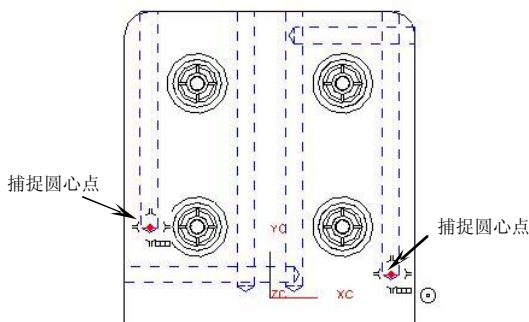

图5-83
- 以相同方法创建冷却水道，设置冷却水道直径为“M8”、“HOLE_1_DEPTH=15”、“HOLE_2_DEPTH=15”，选择型芯底面作为冷却水道参考面，捕捉圆心点，如图 5-83 所示，结果如图 5-84 所示。